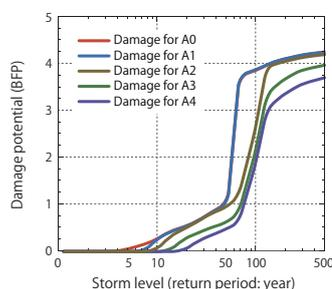
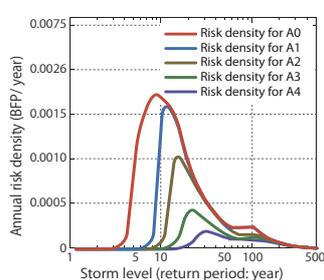
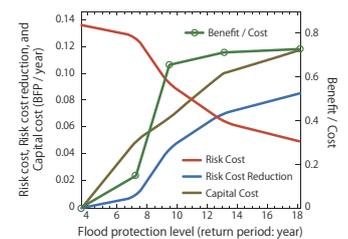

図8 洪水調節池設置と被害ポテンシャル曲線 [2]に加筆
図9 洪水調節池設置と年間リスク密度曲線 [2]に加筆
図10 洪水地下調節池の設置計画における治水水準ダイヤグラム [2]に加筆
さまざまな再現期間の計画降雨における被害ポテンシャル、リスク密度を計算し、洪水リスク特性を評価したが、ここで各治水計画の治水水準について考える。河川計画における治水水準は「無害流量」をもって決める。すなわち、再現期間10年より小さい豪雨では外水氾濫による被害を生じないとすると、再現期間10年、1/10をもって治水水準とする。ここで治水計画として、現状をPlan A0、潜水調節池を増やす計画をPlan A1、A2、A3、A4とし、これらの計画の被害ポテンシャル曲線、リスク密度曲線を図8、図9に示した。現在の河川計画では、Plan A0、A1、A2、A3、A4は、図8と図9から、治水水準(Flood Protection Level)は、それぞれ3.5年、7.2年、9.5年、14年、19年に対応する。また、それぞれの治水水準による便益は、リスク密度曲線を積分してリスクコストを求め、現在のリスクコストからの減少分をもってリスクコスト低減額とすることができる。
している環状七号線地下調節池の建設費を参考に、耐用年数50年として見積もっている。こうして、横軸に治水水準、縦軸にリスクコスト(Risk cost)、リスクコスト低減額(Risk cost reduction)、資本コスト(Capital cost)、そしてB/C(Benefit/Cost ratio)をプロットした図が図10である。この図を治水水準ダイヤグラムと呼ぶ。すでに述べたように、この解析では河川からの外水氾濫のみ計算し、内水氾濫については考慮していない。そのため洪水リスクコストはその分少ない値になる。図8のB/Cは1より小さくなっているが、内水氾濫の被害を入れるとより大きな値になると考える。
図10では、洪水調節池の増設にともなう治水計画水準の上昇に対して、洪水リスクコストが低下し、便益としての洪水リスクコスト低減額が増加する。それにともない費用としての治水事業費=資本コストは高くなっていくが、その投資効率は費用便益比(B/C)で表される。B/Cの変化を見るとピークは存在せず、再現期間9.5年までB/Cは増加し、それより長い再現期間においてはB/Cはほぼ横ばいである。この治水水準ダイヤグラムをもとに最適治水計画水準を決める場合の考慮すべき条件は、①治水事業のための財政的制約内における治水計画水準、②費用便益比B/Cのピークに相当する治水計画水準、③費用便益比B/Cが1より大きい治水計画水準、④期待する治水安全度=治水計画水準の4つである。これらの条件をすべて満たせば、最適治水計画水準は一義的に決まる。すなわち、B/Cが1以上でピークをもち、しかも治水費用の予算範囲内にあり、治水安全度としても期待できるものである場合である。しかし、現実にはどれかの条件が欠けている場合が多い。